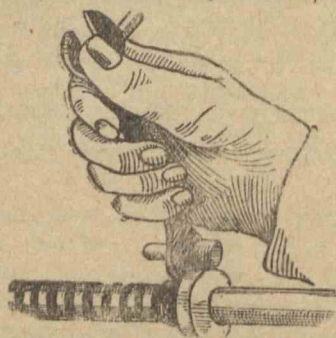

Рис. 16. Как отделить ствол
**Отделить ствол.** Для этого надо отвести затворную раму назад; затем встать с левой стороны пулемета и, придерживая его правой рукой за ствольную коробку, большим пальцем этой руки нажать доотказа замкатель ствола; левой же рукой накладывается ключ в вырезы ствола, который поворачивается кверху (рис. 16). Затем, слегка пошатывая ствол,